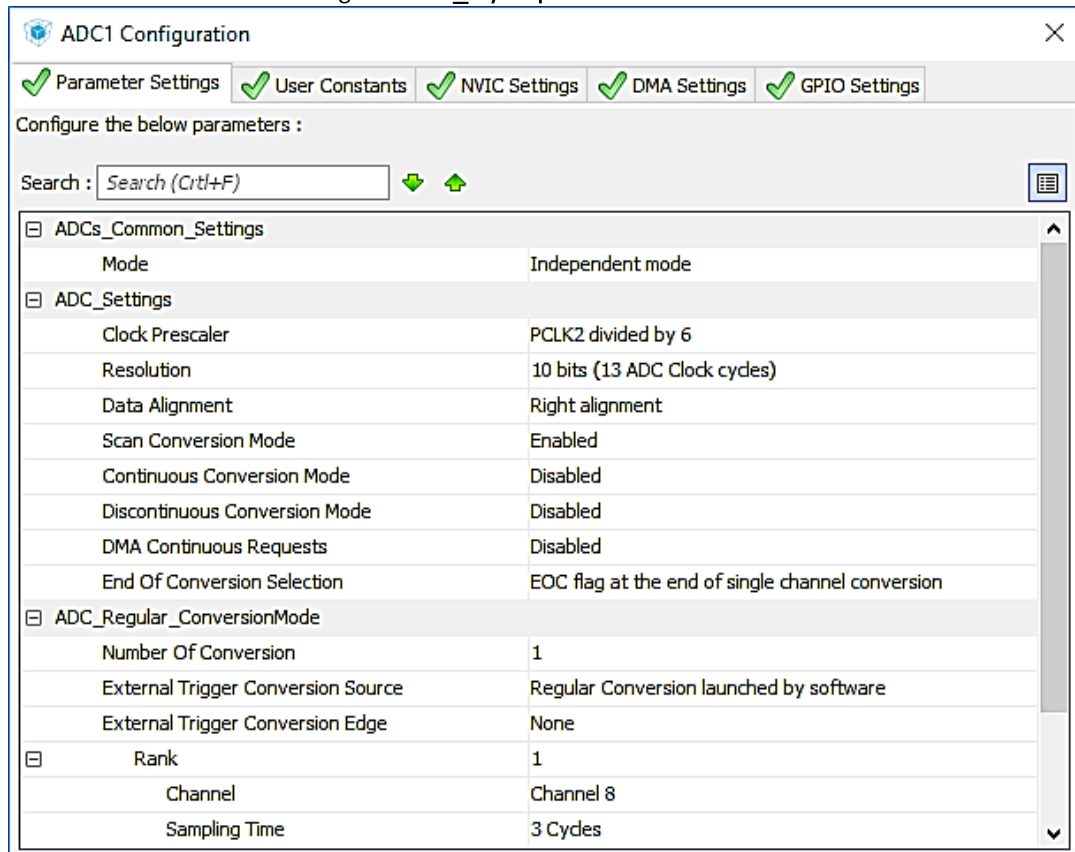

Figure 3
- En se référant aux données de la figure 3, écrire le code de la procédure `Init_ADC1()` qui initialise le convertisseur ADC1 en mode simple conversion sur un seul canal ($F_{ADC} = 10\text{MHz}$, $T_s = 3\text{cycles}$ et la fréquence du bus APB2 égale à 60MHz).